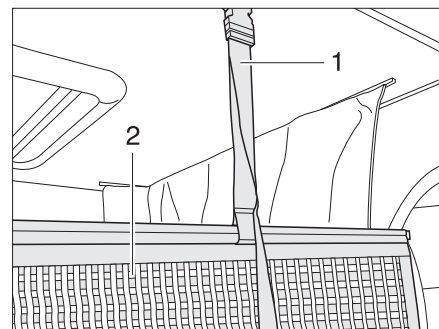

Fig. 167 Soporte red de seguridad
**Red de seguridad** La red de seguridad (Fig. 167,2) con los cinturones de sujeción está guardada debajo del colchón. Tender la red de seguridad cuando las personas ya se encuentren en la cama elevada.
- Engatillar los cinturones de sujeción (Fig. 167,1) en los soportes en el techo.